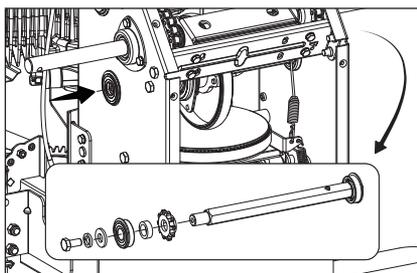

Figure 68
- Retirez l'arbre hexagonal en le faisant glisser. Poinçonnez l'arbre à partir du côté gauche. Assurez-vous que toutes les pièces représentées sont comptabilisées (seul l'arbre est retiré, le pignon de la chaîne reste sur la chaîne). (Fig. 68)